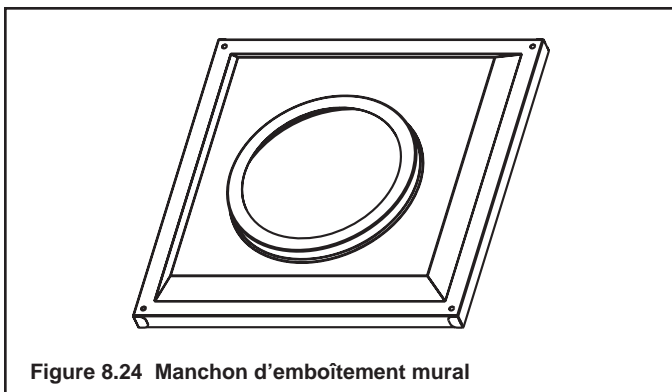

Figure 8.24 Manchon d'emboîtement mural
- Une fois le tuyau raccordé au capuchon, glisser l'écran de chaleur sur la surface du mur intérieur et le fixer à l'aide des vis fournies. Voir la figure 8.24.